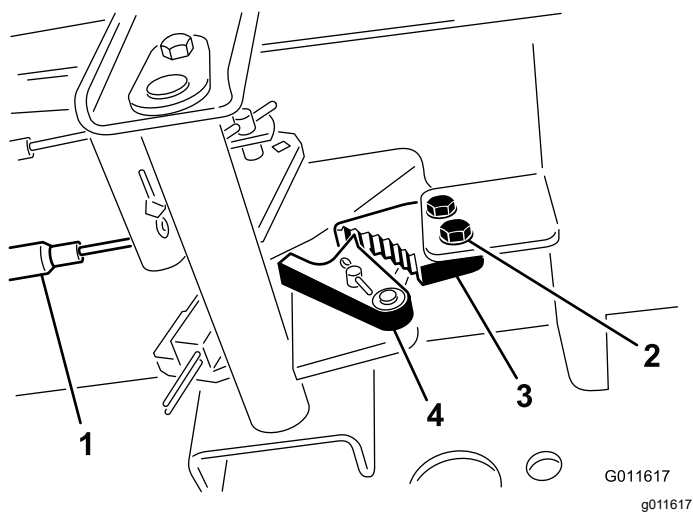

Figura 145
2. Slăbește cele 2 uruburi care fixează clișetul frânei de parcare pe cadru (Figura 145).
3. Apăsai pedala frânei de parcare în față până când elementul de reinere a frânei se cuplează complet pe clichetul de frână (Figura 145).